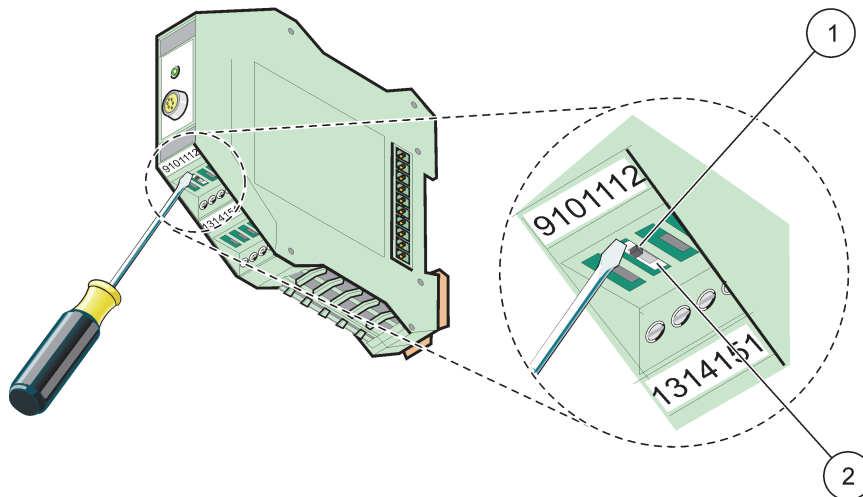

Bild 75 Schalten des Netzwerk-Abschlusses
1. Deaktivieren Sie den Schalter (Netzwerkabschluss) auf dem Modul (Bild 75).